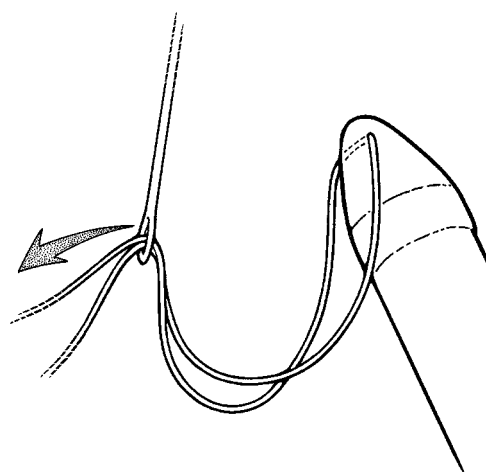

Figure 4-12. Insertion du fil de traction dans l'aiguille de Keith
3. Reculez l'obturateur en position « rétractée » ou « verrouillée ». Faites passer les deux extrémités des fils de traction des cylindres (environ 10 cm) par le chas d'une aiguille de Keith en forme d'éclair (**figure 4-12**).